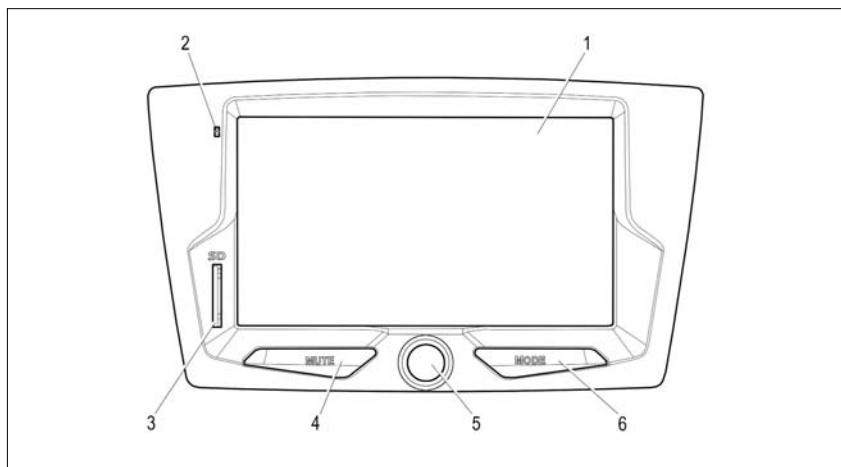

Рис. 1. Лицевая панель радиоприемника
2.1.1 Для включения радиоприёмника нажмите на **ручку 5** (рис. 1). Для выключения нажмите
ручку 5 (рис. 1) и удерживайте ее в нажатом положении более 2-х секунд. Для перезагрузки удерживайте нажатой **ручку 5** (рис. 1) до появления логотипа ЛАДА.
2.2.1 Для выключения звука нажмите кнопку **MUTE** (рис. 1). Для включения звука нажмите кнопку повторно или поверните ручку регулировки звука.
2.3.1 Кнопка **MODE** (рис. 1) служит для переключения режимов работы радиоприёмника, при этом будут отображаться только активные режимы.
Регулировка громкости осуществляется вращением **ручки 5** вправо или влево (рис. 1).
2.5.2 Последовательным нажатием кнопки **MODE** (рис. 1) или нажатием отображаемых на дисплее кнопок выберите желаемый режим.
- кнопкой **MODE** (рис. 1).